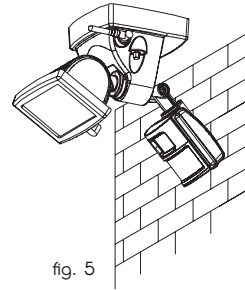

fig. 5
- Il est possible d'installer l'unité aussi bien au mur qu'au plafond (fig.5).